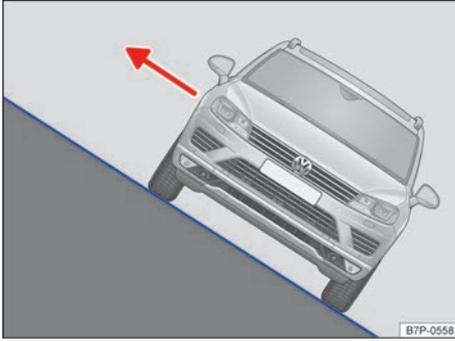

Fig. 231 Si el vehículo está inclinado, se deberá bajar de él siempre por el lado que mira a la cima.
- Si el vehículo se detiene muy inclinado lateralmente en una pendiente, no se deberá salir nunca del vehículo por las puertas que miran pendiente abajo. Esto podría provocar un desplazamiento lateral del centro de gravedad. El vehículo podría volcar o dar vueltas pendiente abajo. Para evitarlo solo se deberá salir del vehículo con cuidado por el lado que mira hacia la cima → fig. 231.